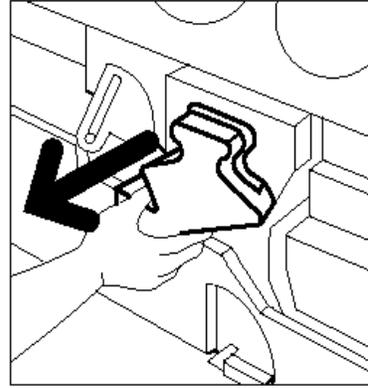

Abb. 21: Gebrauchten Entwicklersammelbehälter entfernen
- 4** Den Entwicklersammelbehälter mit der rechten Hand anfassen und herausnehmen (s. Abb. 21).